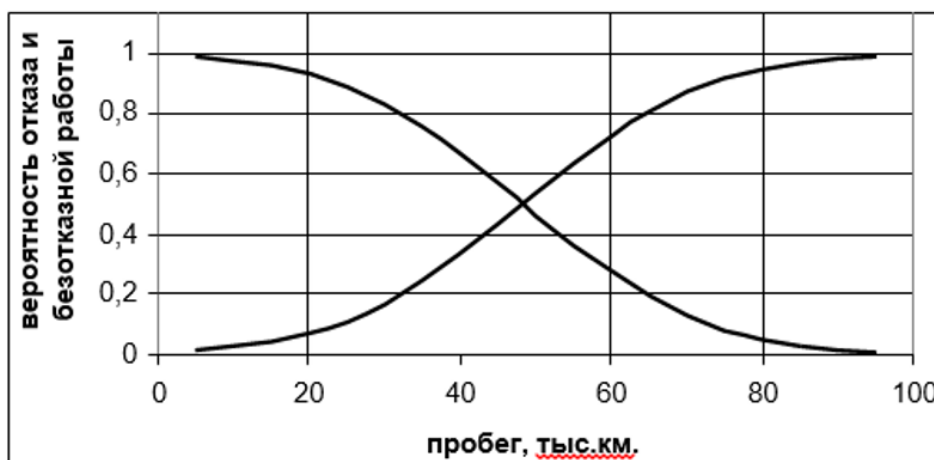

Рисунок 1 - Изменение вероятности отказа (P) и вероятности безотказной работы (R) в зависимости от наработки ℓ
1. По имеющемуся графику вероятности безотказной работы автомобиля (см. рис. 1) рассчитать графоаналитическим методом надежность перевозочного процесса на заданном интервале пробега при следующих условиях: текущее значение пробега автомобиля $L_t = 20$ тыс. км.; заданный интервал пробега $L_z = 10$ тыс. км.; уровень надежности автомобиля при выполнении перевозочного процесса $R = 0,8$
2. По имеющемуся графику вероятности безотказной работы автомобиля и его отказа (см. рис. 1) рассчитать графоаналитическим методом остаточный ресурс автомобиля при следующих условиях: текущее значение пробега автомобиля $L_t = 40$ тыс. км.; при предельной вероятности отказа $P = 0,6$